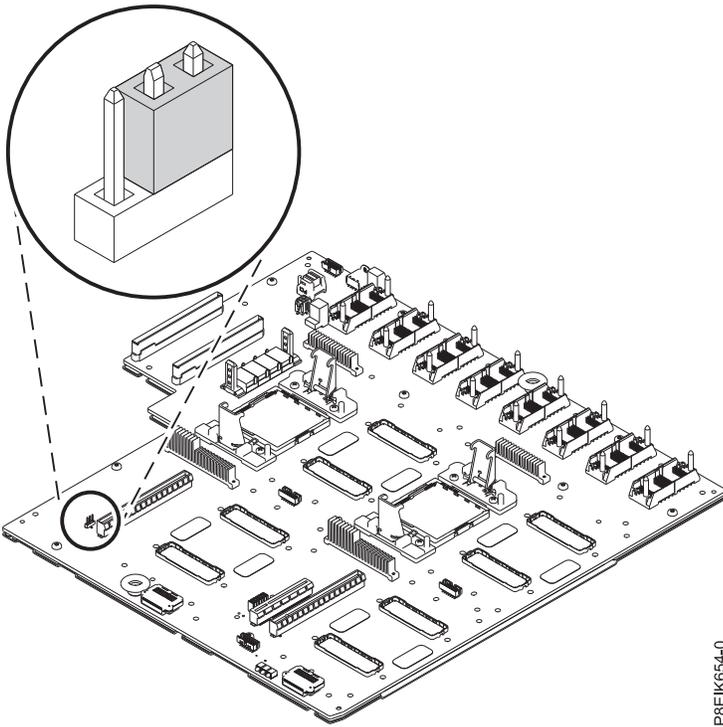

図 151. 水冷位置のジャンパー
8. 図 151 に示すジャンパーが水冷の位置にセットされていることを確認します。
返される値が `0x0180` ではない場合、136ページの図 151 のステップ 8 (136ページ) に示すようにジャンパー設定を訂正する必要があります。